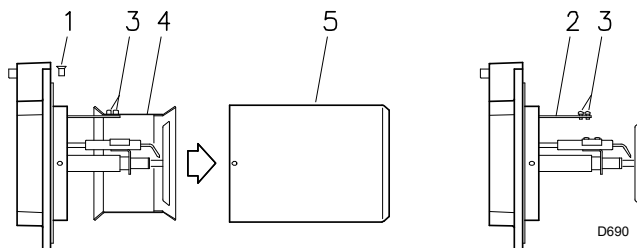

Fig. 12
- deșurubați șuruburile 1)(Fig. 12) și demontați duza 5);